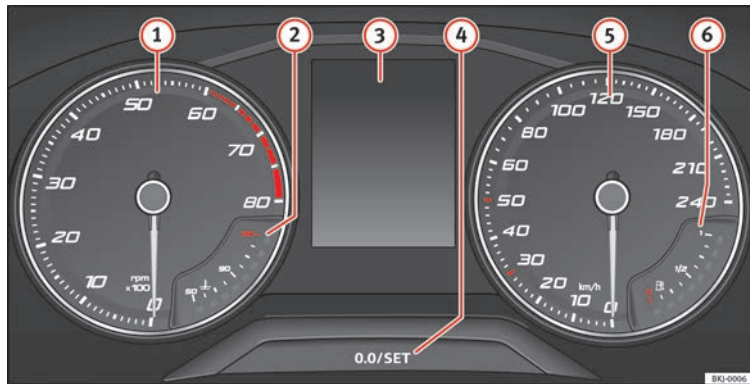

Fig. 125 Cuadro de instrumentos en el tablero de instrumentos.
La aguja del cuentarrevoluciones ⓘ **fig. 125** sólo deberá alcanzar la zona roja durante un breve período de tiempo, de lo contrario corre el peligro de sufrir daños en el motor.
El cuentarrevoluciones muestra el régimen de revoluciones del motor por minuto » **fig. 125** ⓘ.
Al conectar el encendido, en la pantalla del cuadro de instrumentos » **fig. 125** ⓘ puede visualizarse información diversa, en función del equipamiento del vehículo:
- Pulse brevemente el botón **» fig. 125 ④** para restablecer el cuentakilómetros parcial a 0.
- Mantenga pulsado el botón **④** durante unos 3 segundos y se visualizará el valor anterior.
- Para ajustar la hora, mantenga pulsado el botón **» fig. 125 ④** durante más de 3 segundos para seleccionar el indicador de horas o bien de minutos.
- Para proseguir el ajuste, pulse el botón **④**. Para que los números se sucedan con rapidez, mantenga la tecla pulsada.
- Pulse nuevamente el botón **④** para finalizar el ajuste de la hora.
Mantenga pulsado el botón »» fig. 125 ④ durante más de 15 segundos para visualizar las letras distintivas del motor (MKB) del vehículo. Para ello, el encendido debe estar conectado y el motor apagado.